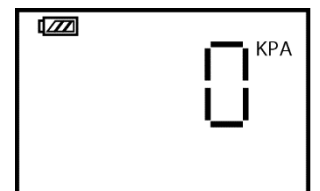

図2
- ① 本機の電源を入れ、注入/排出する空気圧を設定してください。『+』ボタンを押すと設定圧が上がります。『-』ボタンを押すと下がります。ボタンを長押しすると、素早く数値を調整する事が出来ます。
- ② 本機をコンプレッサーと接続してください。
- ③ 使用するタイヤのエアバルブに、チャックを真っ直ぐ、エアが漏れない様に差し込んでください。
- ④ 使用するタイヤ内の空気圧が20kPa（0.2kgf/cm²）以下の場合、『SET』ボタンを3回押し、ディスプレイ表示が図2の状態です。『+』ボタンを押すと自動注入を開始します。設定圧力に達すると自動停止し、ブザーが鳴ります。チャックをエアバルブから外すまで、ブザー音は鳴り続けます（図2、3参考）。